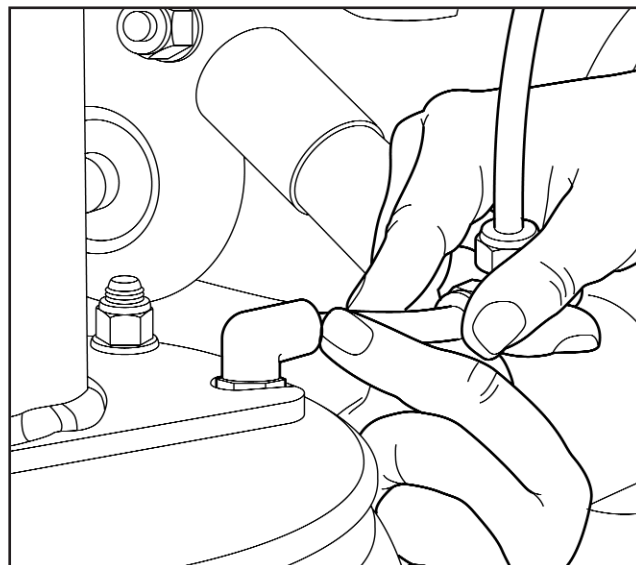

Fig 3.10
6. Connecter la conduite d'air (figure 3.10).